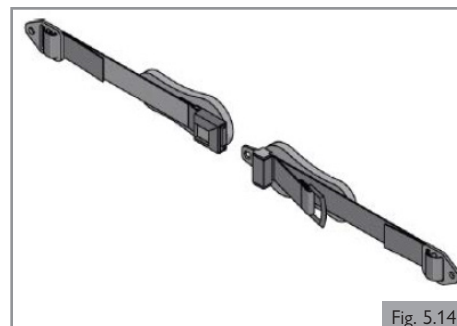

Fig. 5.14
5.6 Ceinture sous-abdominale/ceinture de maintien (Fig. 5.14)